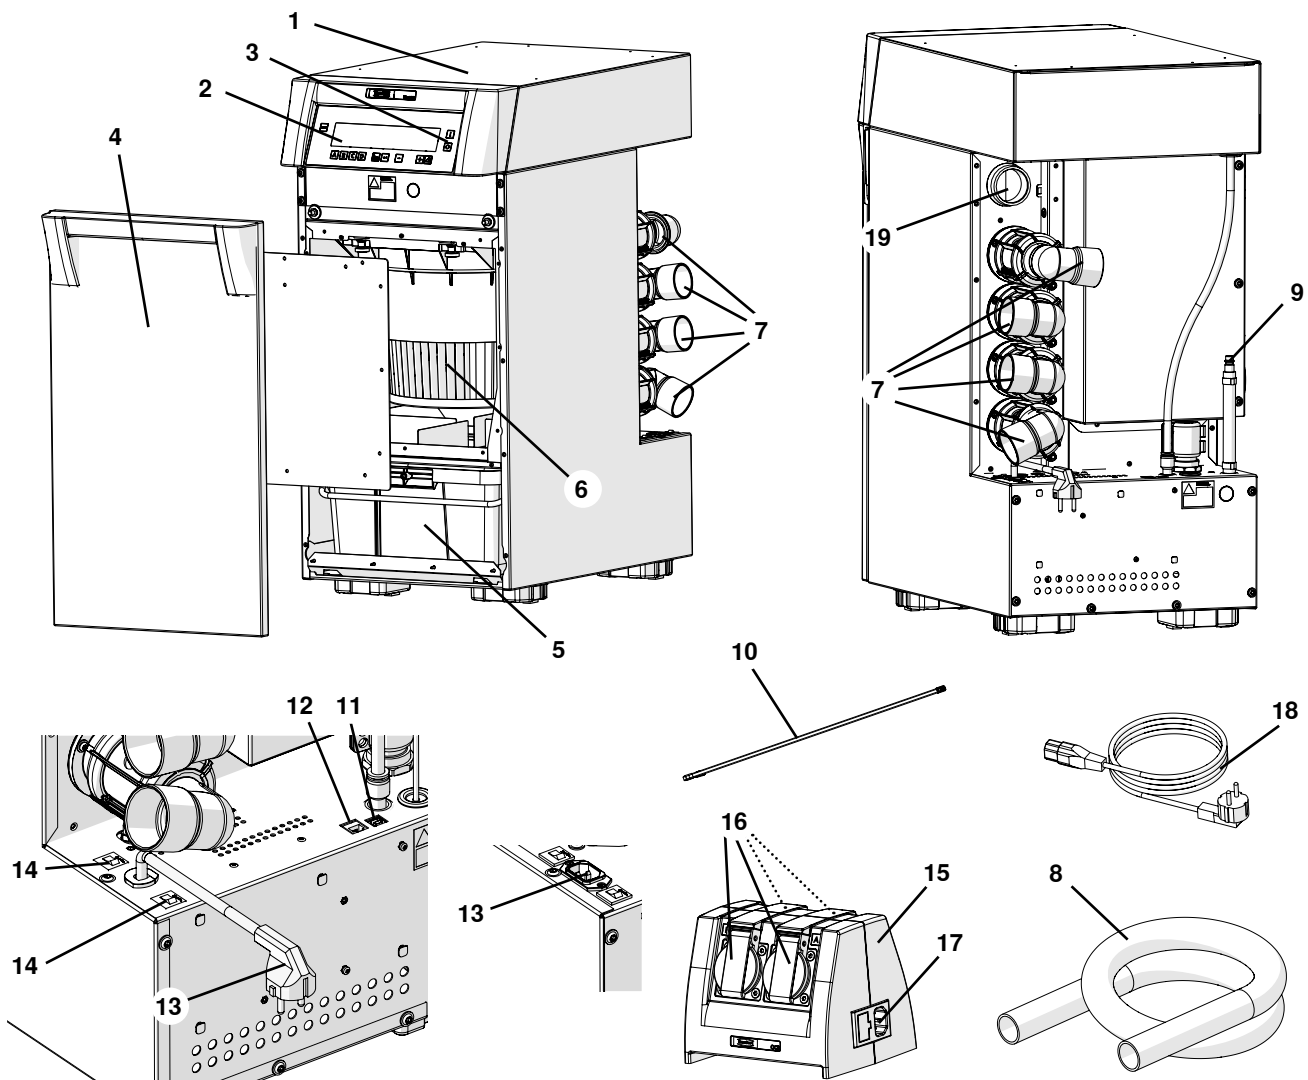

图 1
- ▶ Quattro控制盒（图1、15）中的电器插座连接只能按照使用指南中的说明使用。如果用来连接其他电器，可能会造成损坏。
⇒ 将冷凝管插入冷空气接口（图1、19）。
按开关关掉机器（图1、3）。
在装置上，压缩空气管是密封的（图1、9）。